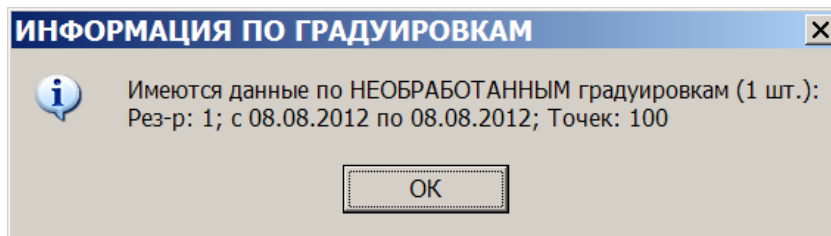

Рис.1
– После проведения процесса градуировки необходимо выполнить обмен с КМАЗС-ОФИС. После обмена в окне «Настройка резервуаров для АЗС» появится сообщение «Имеются необработанные данные автотарировки» (рис.2). Щелкнув левой кнопкой на данном сообщении появится информация о номере резервуара, для которого была выполнена градуировка (рис.1).